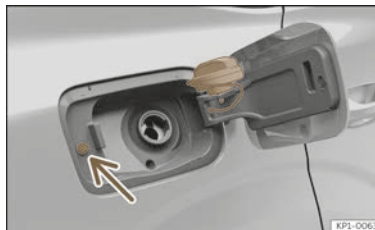

Abb. 204 Tankklappe mit aufgestecktem Tankverschluss.
- Platzieren Sie den Verschluss in der Aussparung, die sich im Scharnier der geöffneten Tankklappe befindet >>> (Abb. 204).
Nicht den Taster für Tankdeckelverriegelung >>> (Abb. 204) (Pfeil) berühren. Das System interpretiert ansonsten, dass der Tankvorgang beendet ist und ein weiteres Betanken ist nicht mehr möglich. Um weiter tanken zu können, drücken Sie erneut den Taster  in der Fahrertür.